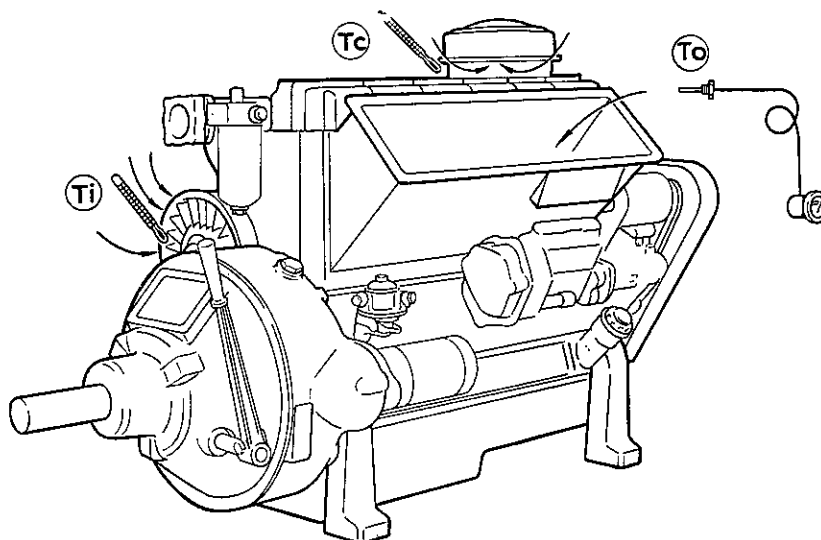

Fig. 10. Het meten van temperaturen (stationaire- en scheepsmotoren)
- A. Er dient voor gezorgd te worden, dat de hete lucht in geen geval weer door de motor kan worden aangezogen en opnieuw circuleert. (Zie ook fig. 10).